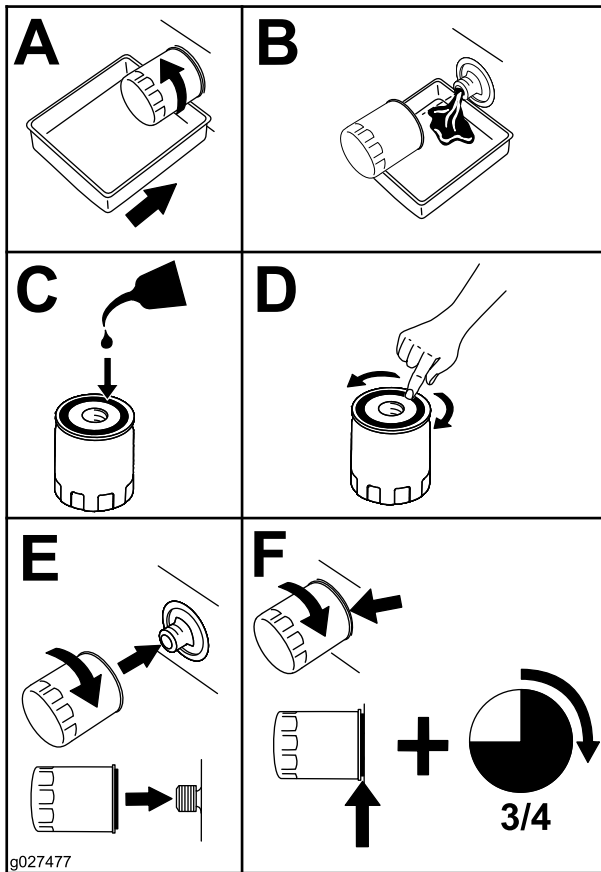

図 50
4. 図 50 に示す手順でエンジンオイルフィルタを交換します。